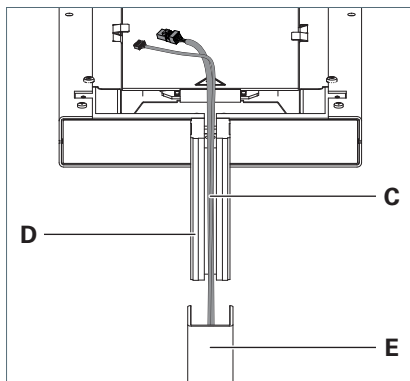

Fig. 13: Montaggio della testa dell'apparecchio d'illuminazione sul tubo verticale.
- Fare passare i cavi **C** dal basso attraverso la scanalatura nel braccio di supporto **D** sulla testa dell'apparecchio d'illuminazione e inserire il braccio di supporto completamente nel tubo verticale **E**, vedi Fig. 13.